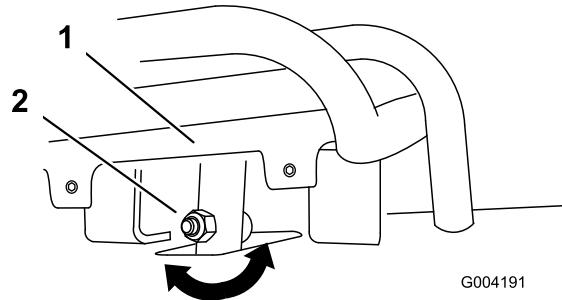
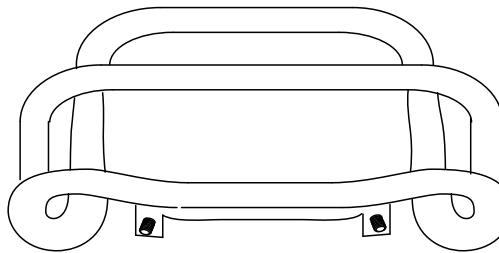

Figura 54
Figura 55
4. Se la parte anteriore del comando della trazione non rimane diritta e a filo con la barra di riferimento, allentate il dado flangiato e imbullonate lo stelo del comando della trazione (Figura 54).
5. Regolate il comando di trazione in modo che sia a livello rispetto alla barra di riferimento quando lo tirate indietro diritto (Figura 54 e Figura 55).